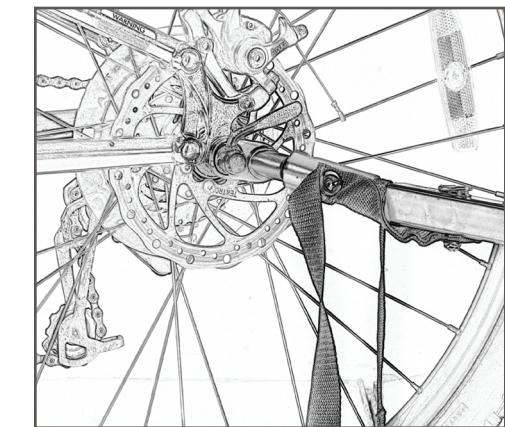

図26
1. トレーラーの牽引アームをバイシクル・フレームのトレーラー・ヒッチに合わせて配置してください。牽引アーム・フレックス・カプラーをトレーラー・ヒッチ上でスライドさせ、牽引アームの穴をヒッチの穴に合わせてください(図26)。